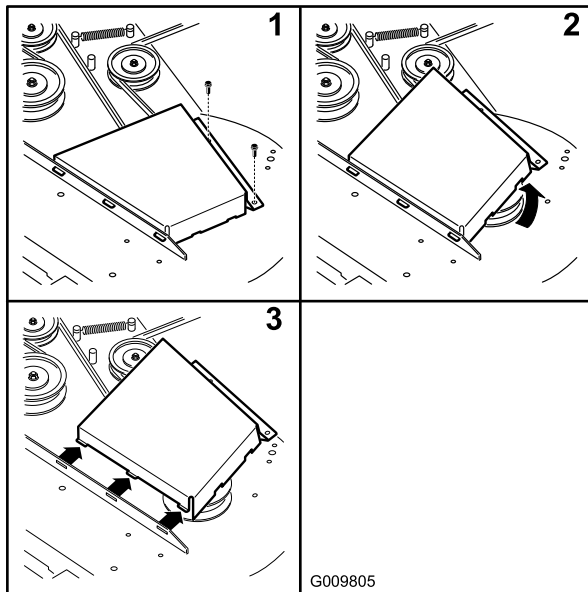

Figure 68
4. Retirez les couvercles de courroie (Figure 68).